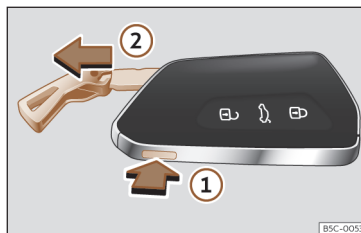

Fig. 65 Chave do veículo: retirar o palhetao.
- Pressione o botão >>> **Fig. 65 ①** para fazer sair a argola em forma de porta-chaves e poder retirar o palhetao ②. Se pressionar levemente a argola, esta ficará fixa em forma de porta-chaves.
- Pressione o botão >>> **Fig. 65 ①** para desbloquear. Mantenha o botão pressionado ① e, simultaneamente, puxe a argola na direção da seta >>> **Fig. 65 ②** para retirar totalmente o palhetao.